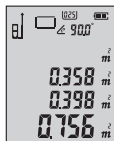

图3
3. 短按 **☐ UNIT** 键，得到两次面积求和的结果，结果如图3所示。